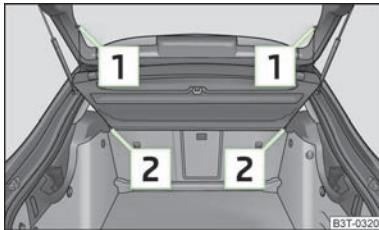

Fig. 69
- Desprindeți benzile de susținere **1** » fig. 69.